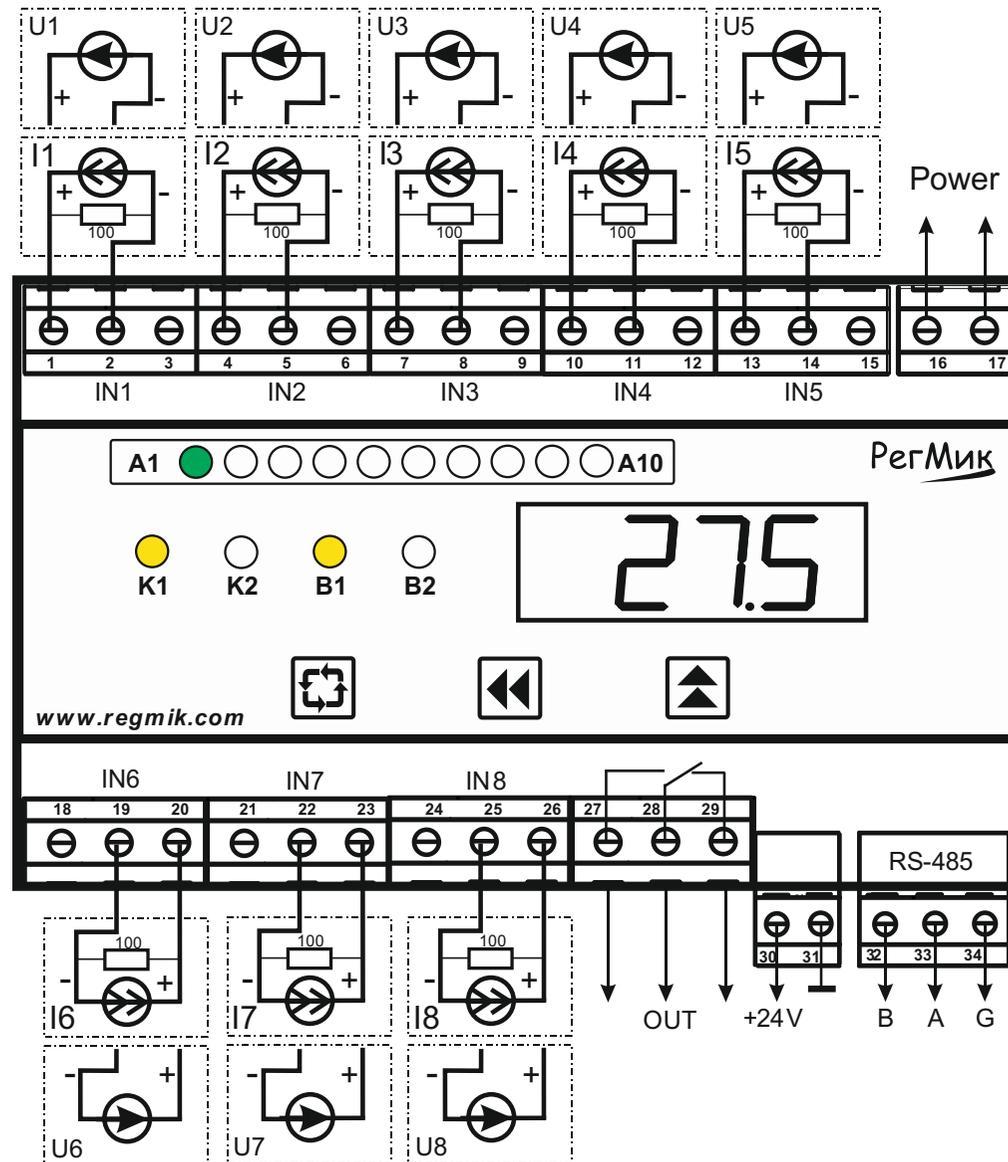

Рисунок 6.2 – Схема підключення датчиків інтерфейсу АТ, АН, RS-485 і джерела живлення
- Підключіть до приладу замість ТО магазин опору типу MSR-63 або аналогічний з класом точності не гірше 0,05 (див. рисунок 6.2). Опір проводів в лінії має дорівнювати один одному і не перевищувати значення 15 Ом. Встановіть на магазині опору значення 100,00 Ом.